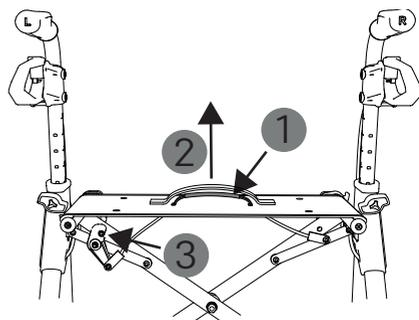

Fig. 8
1. Placez-vous entre les poignées de poussée et saisissez la sangle grise à tirer (1, Fig. 8) pour libérer le dispositif de blocage en position déployée. La sangle à tirer se trouve en dessous, à plat contre la surface d'assise.
2. Tirez cette sangle et la surface d'assise vers le haut (2, Fig. 8).
3. Vous libérerez ainsi le blocage en position déployée (3, Fig. 8) et pourrez replier le rollator.